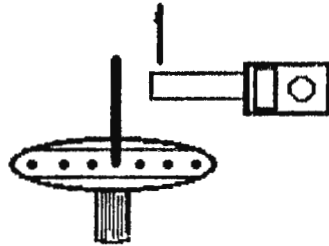

FIGURA 6.
11. Reduzca la potencia del transmisor a 0.1w, mueva el probador de mano para la distribución de corriente a lo largo de la antena, grafique la forma de onda obtenida en la figura 5., de manera que se observe la gráfica de voltaje y de corriente en forma simultánea. (ver figura 6.)